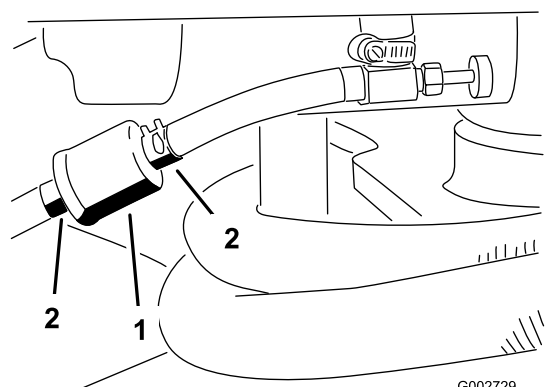

Bild 30
1. Schließen Sie den Kraftstoffhahn, lockern die Schlauchklemme an der Vergaserseite des Filters und ziehen die Kraftstoffleitung vom Filter ab (**Bild 30**).